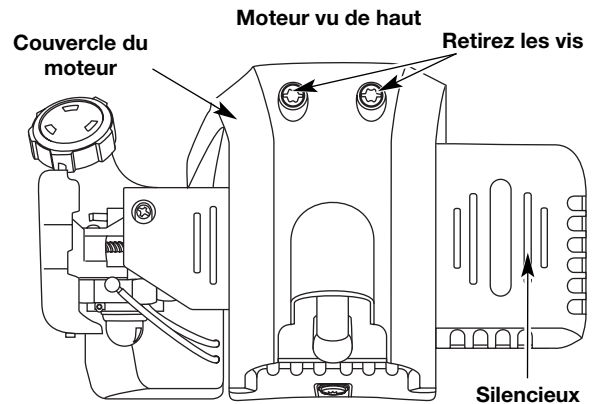

Fig. 34
2. Enlevez les deux vis (2) du haut du couvercle du moteur à l'aide d'un tournevis à lame plate ou T-25 Torx (Fig. 34).
6. Déposez le couvercle du moteur (Fig. 34).
13. Remplacez le couvercle du silencieux. Glissez avec un déclic les encoches sur les côtés du couvercle par-dessus les languettes du couvercle du moteur (Fig. 34).